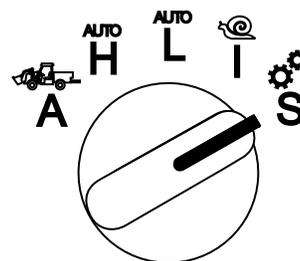

Рисунок 19
1. Поверните переключатель выбора режима работы в положение **S** (Рисунок 19).